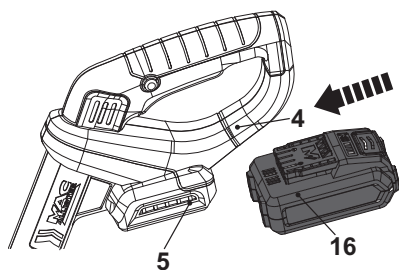

Fig. 4
1. Alignez le bloc-batterie (16) avec les fentes coulissantes du port de connexion de la batterie (5) sous la protection arrière (4) et faites-y glisser le bloc-batterie pour le fixer. Assurez-vous qu'il s'enclenche bien (Fig. 4).